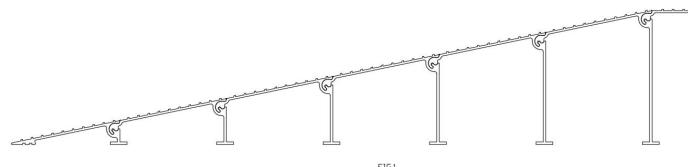

FIG.1
- (1) Innan du påbörjar installationen, använd handskar för att skydda dina händer.
- (2) Välj en lämplig installationsplats och se till att marken är jämn och fast.
- (3) Rikta in och lås ihop varje sektion av rampen tills alla delar är jämma.
- (4) Börja med 1"-förlängningen, installera tröskelförlängningarna i den ordning som visas (FIG. 1) tills den slutliga höjden uppnås. För ihop tröskelförlängningarna i en vinkel på ungefär 45° och vrid dem sedan på plats efter att glödlampen har fästs i skåran .